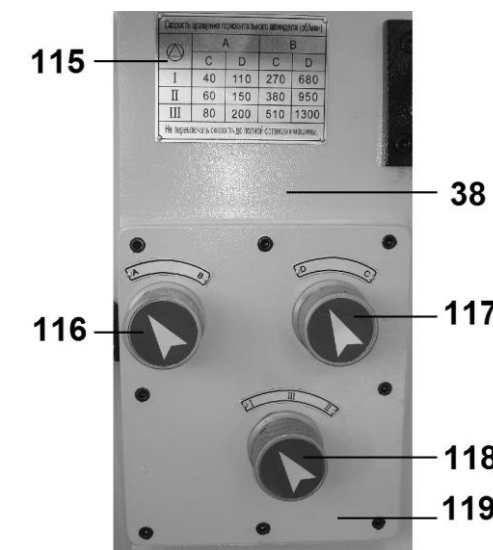

Рис. 46
10.9.18. Для регулировки частоты вращения горизонтального шпинделя необходимо на колонне (38) (с правой стороны) выбрать на щитке переключателей скоростей вращения горизонтального шпинделя (119) и по таблице (115) необходимую частоту вращения шпинделя (Рис. 46).
9.6.24. Как показано на Рис. 46 и согласно таблице (Рис. 47), установите положение переключателей (116, 117, 118) в зависимости от выбранной частоты вращения шпинделя.